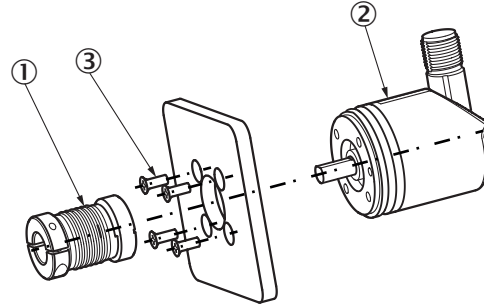

Abbildung 1: Anbau über flanschseitige Gewindebohrungen
3.1.1 Anbau über flanschseitige Gewindebohrungen (Abb. 1)